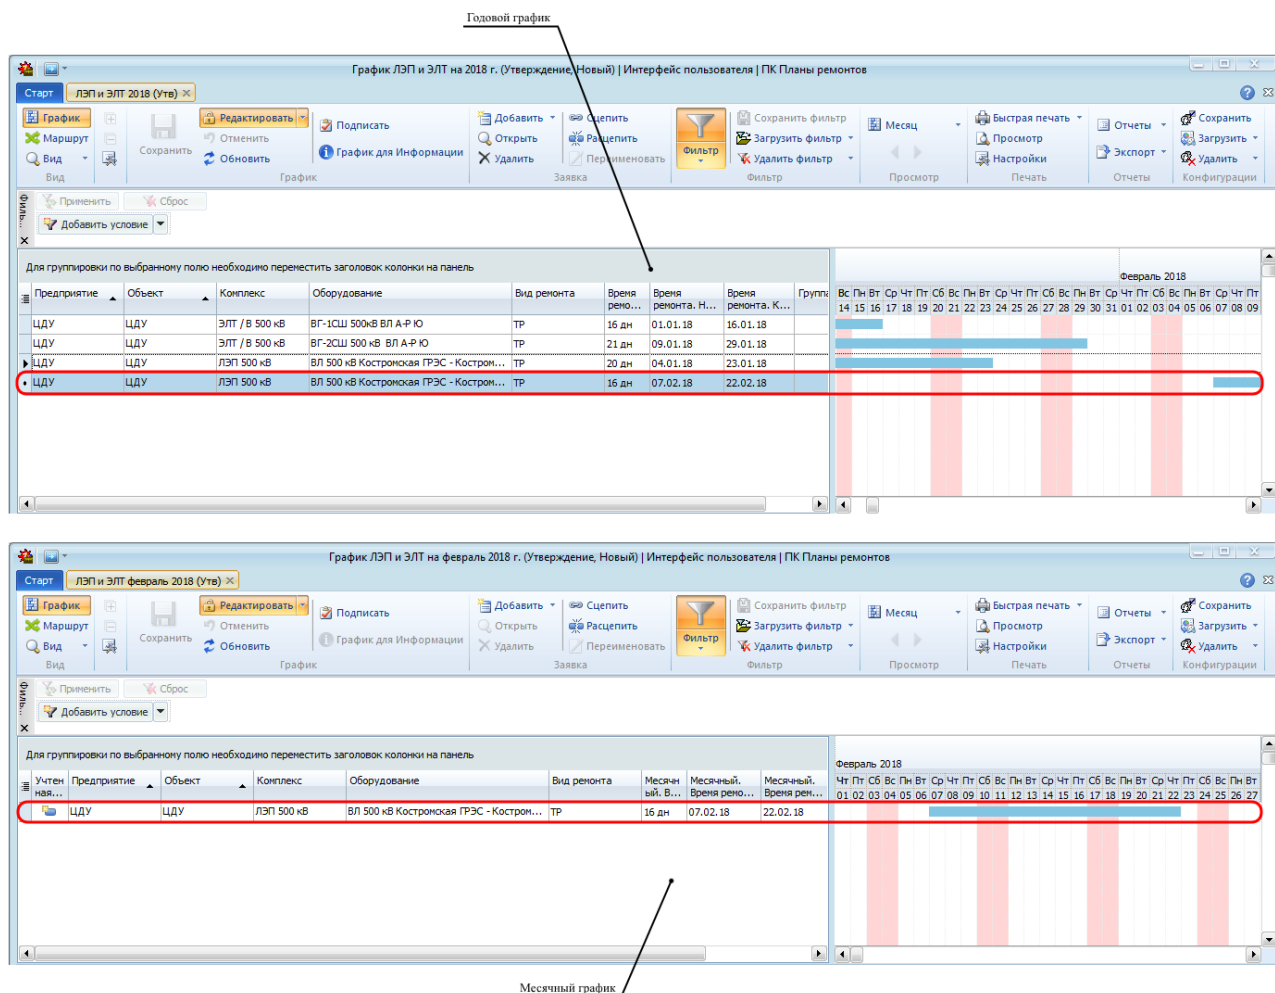

Рисунок 9.18 – Создание месячного графика на основе годового
- если месячный график заданного периода и типа не существует, то он создается на основе годового графика. В месячный график переносится информация о заявках из годового графика (Рисунок 9.18). Заявки, снятые (отказанные) в годовом графике, не учитываются при создании месячного графика. Если между заявками годового графика настроена связь вида «Сцепленные», то она сохраняется при формировании месячного графика для заявок, принадлежащих одному месячному графику;